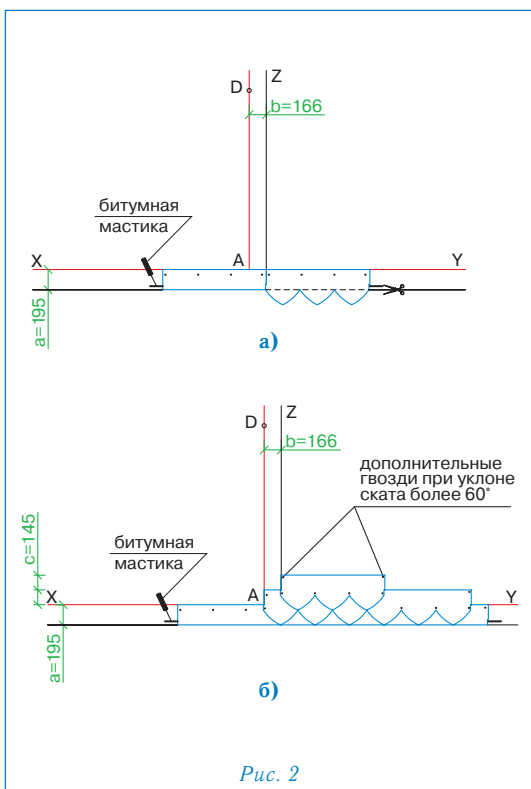

Рис. 2
Укладка материала (рис. 2)
- Начальный ряд формируется из листов черепицы ВЕРСАЛЬ с обрезанными лепестками. Полученные таким образом полосы шириной 19,5 см укладываются по линии карниза в обе стороны от линии Z (рис. 2а) и фиксируются по нижнему краю битумной мастикой, а по верхней кромке 4 гвоздями (ось гвоздей на 5 см ниже верхнего края полосы);
- далее первый ряд черепицы укладывается от линии AD (рис. 2б);
- второй ряд укладывается от линии Z (со смещением 16,6 см от AD) (рис. 2б);
Каждый лист гибкой черепицы ВЕРСАЛЬ крепится 4 гвоздями таким образом, чтобы гвоздь прошивал и верхний край низлежащего листа черепицы (рис. 2б).